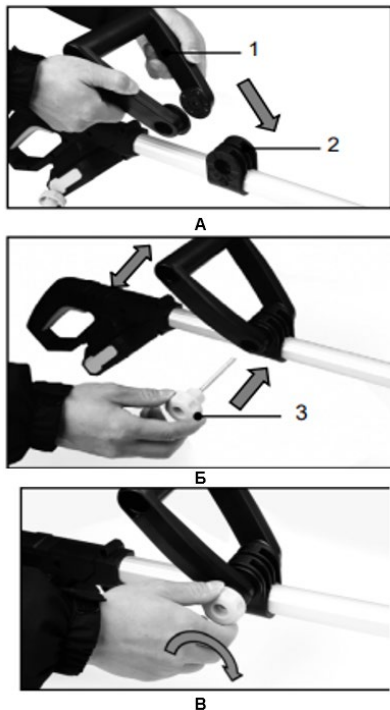

Рисунок 2. Схема встановлення та регулювання кута нахилу додаткового руків'я.
5.1.2.1 Встановлення та регулювання кута нахилу додаткового руків'я (рис. 2).
1. Приєднати руків'я до тримача (А, рис. 2) під зручним кутом.
2. Надійно закріпити його фіксатором (Б, В, рис. 2).